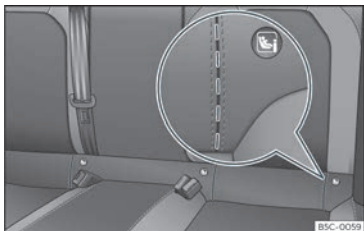

Fig. 27 Asento traseiro: Ranhuras troqueladas para acceder aos aneis de fixación ISOFIX/i-Size.
gúns vehículos, os aneis van fixados ao armazón do asento e noutros, ao piso posterior. Os aneis “ISOFIX” están situados entre o respaldo e o coxín do asento traseiro >>> **fig. 27**. Os aneis Top Tether están situados na zona posterior dos respaldos posteriores
- Proceda previamente á apertura manual da parte acuñada situada detrás das rañuras marcadas para ter acceso ás argolas de suxeición»» **fig. 27**.